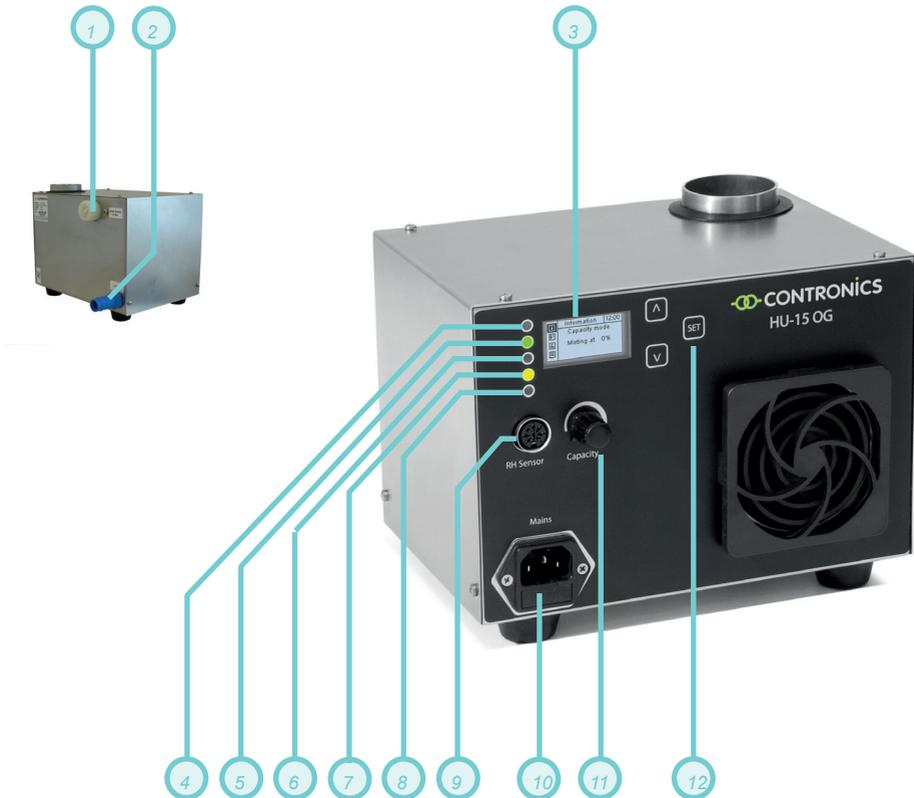

Abb. 1 Anschlüsse und Funktionen
**Bei Überhitzung schaltet sich der Luftbefeuchter aus und automatisch wieder ein, sobald er abgekühlt ist. Bei Überhitzung leuchtet die LED „Alarm“ rot auf. (Abb. 1 / 8).**